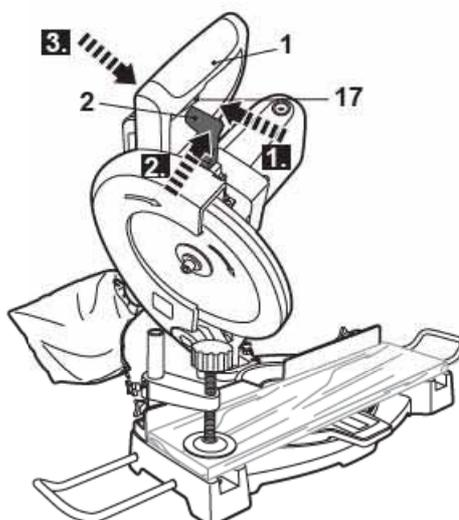

Fig. 35
- > Tenez solidement la poignée [1] et appuyez sur le bouton marche/arrêt [17] (Fig. 35, étape 1) Attendez que la lame tourne à sa vitesse maximale.
- > Appuyez sur la manette de retrait du capot [2] (Fig. 35, étape 2) et faites descendre lentement la lame dans la pièce (Fig. 35, étape 3).